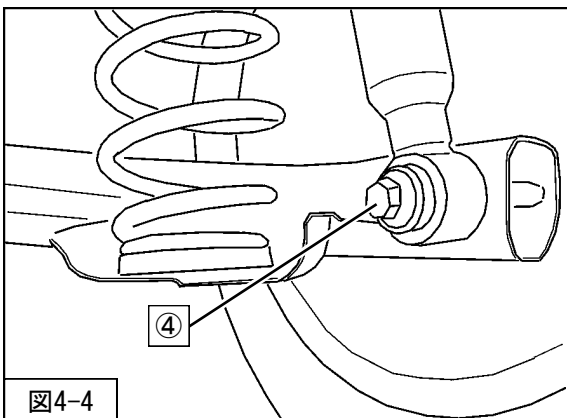

図4-4
5. ④リアショックアブソーバASSYロア取付ボルト・ナットを取外し、リアショックアブソーバASSYを車両から取外してください。(図4-4)